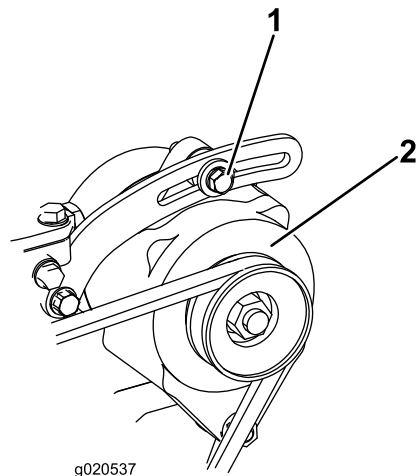

Figura 73
Compruebe la condición y la tensión de la correa (Figura 73) cada 100 horas de operación.
2. Si la desviación no es de 10 mm ($\frac{3}{8}$ "), afloje los pernos de montaje del alternador (Figura 73). Aumente o reduzca la tensión de la correa del alternador y apriete los pernos. Verifique de nuevo la desviación de la correa para asegurarse de que la tensión es la correcta.